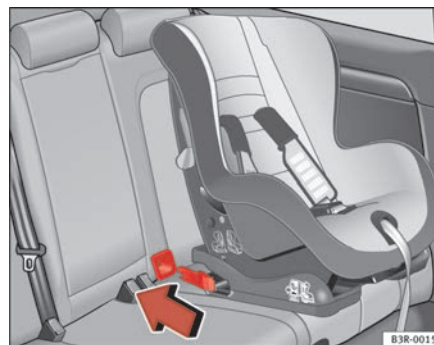

Fig. 33 As fixações ISOFIX da cadeira de criança fazem-se deslizar pelas guias de plástico já montadas, até as fixar nas fixações ISOFIX do veículo
- Faça deslizar as fixações da cadeira pelas guias de plástico até as fixar nas argolas ISOFIX do carro (ao ocorrer o fecho correcto das mesmas deve ouvir-se um «clique», e a cadeira deve ter também um indicador visual que confirme a correcta fixação) ⇒ **fig. 33**.